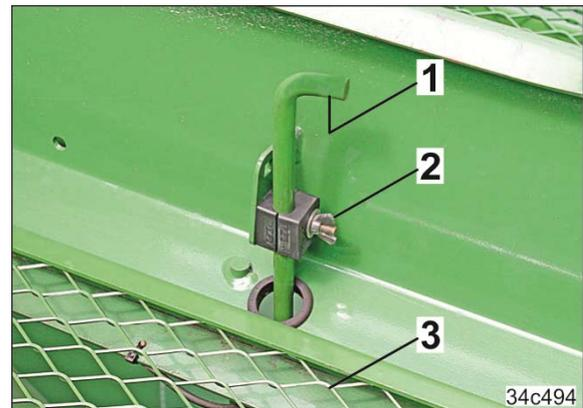

図 113
- 7.1 調整ロッド (図 113/1) とローレベルセンサーを保持します。
- 7.2 蝶ナット (図 113/2) を緩め、ローレベルセンサーの高さを希望する残り種子量に合わせて設定します。
チャージ用シープ (図 113/3) は、回転する計量ローラーとの接触を防ぐためのものであり、取り除くことはできません。